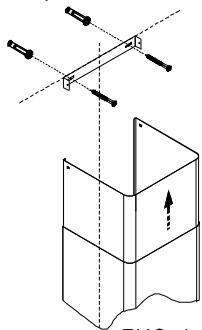

РИС. 4
6.2. Крепление кронштейна к стене для зонтов “Аметист”, “Аквамарин”, “Кристалл 90”, “Топаз 90” (рис. 4):